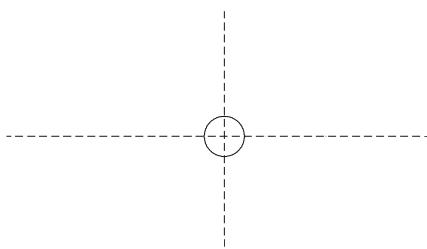

图 4-6-2
STEP 02 使用 CIRCLE 命令绘制圆，如图 4-6-2 所示。其具体操作如下：